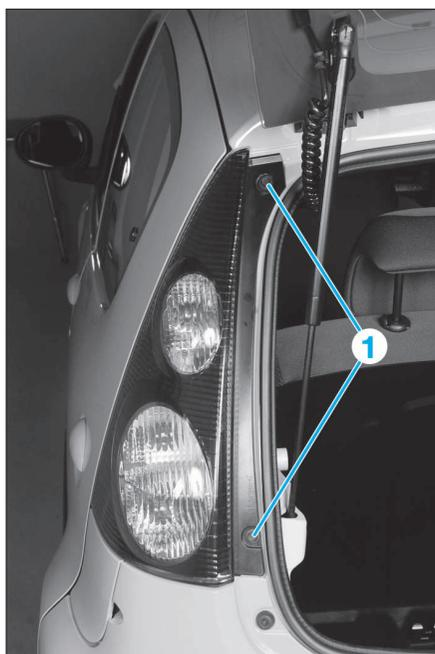

FIG. 94
- Déposer les vis de fixation (1) (Fig.94).